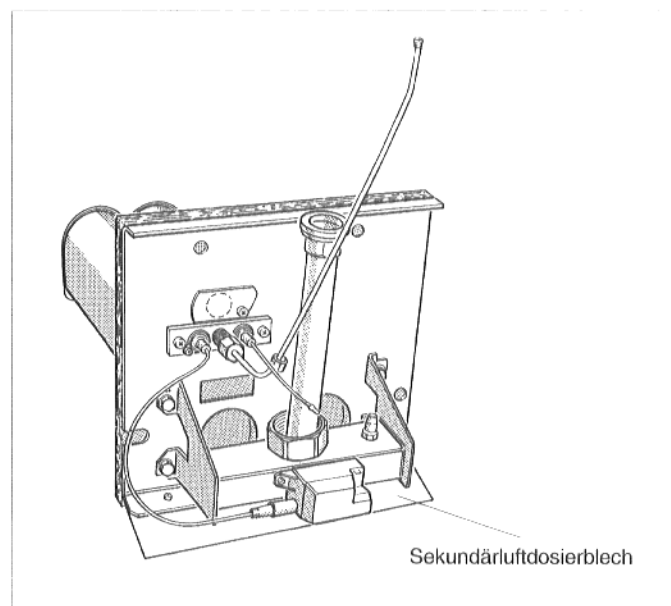

Abb. 40: Sekundärluftdosierblech
- Sekundärluftdosierblech abschrauben und gegen neues austauschen (Abb. 40). Zur Unterscheidung: das Blech für Flüssiggas hat keine Umkantung!